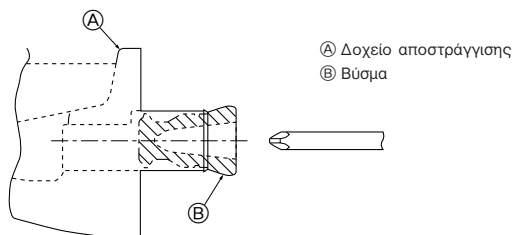

Fig. 5-1
- Για τη σωλήνωση της αριστερής πλευράς, μην παραλείψετε να βάλετε το λαστιχένιο βύσμα στο αριστερό στόμιο αποστράγγισης. (Fig. 5-1)